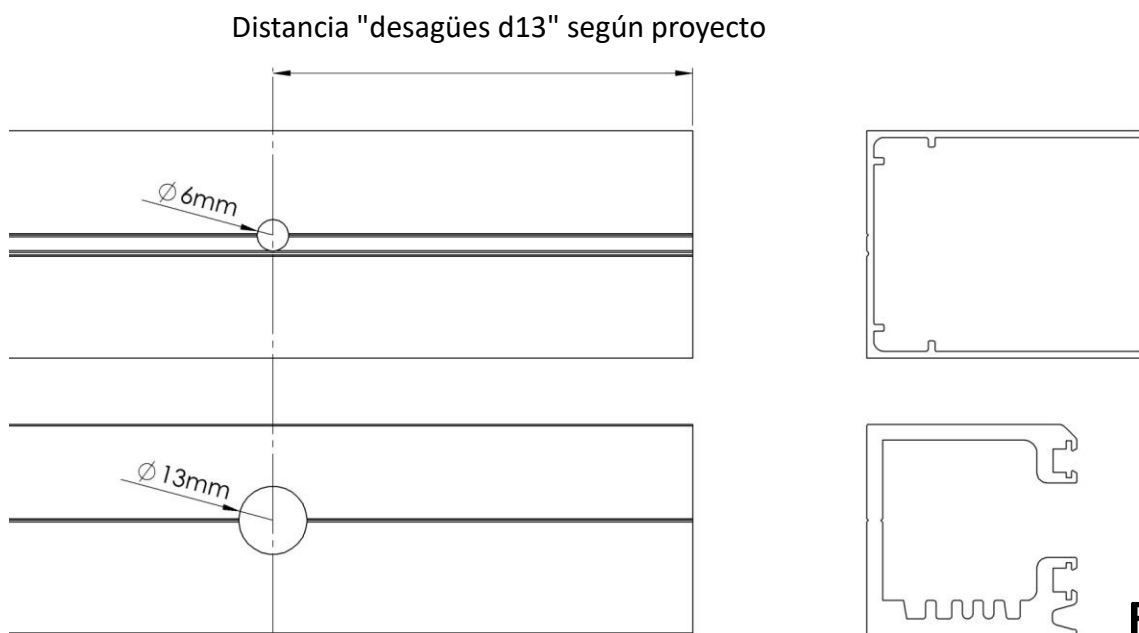

Figura 14
- Además, a esta misma altura se realizará otro taladro en el **compensador** de **Ø6mm** (figura 14). Taladrar siempre en la ranura, tal y como se explica en la página 3.